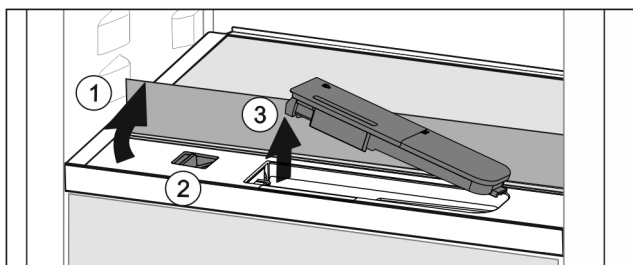

Fig. 48
- ▶ Løft glaspladen og klap den bagud til anslag Fig. 48 (1).
- ▶ Skyd skyderen Fig. 48 (2) mod venstre.
- ▶ Tag vandbeholderen Fig. 48 (3) ud.